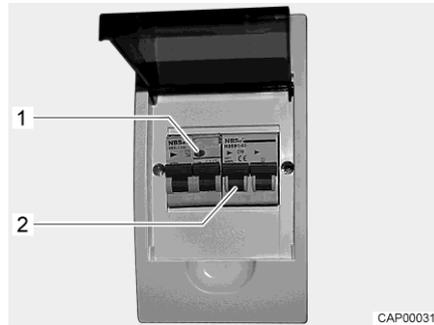

Bild 69 230-V-Sicherungskasten mit Leitungsschutzschalter und FI-Schalter
Ein Fehlerstrom-Schutzschalter (FI-Schalter) im Sicherungskasten sichert das gesamte Fahrzeug gegen Fehlerstrom (0,03 A) ab. Der nachgeschaltete Leitungsschutzschalter (10 A) (Bild 69,2) sichert das 230-V-Bordnetz ab.
- Wenn das Fahrzeug an die 230-V-Versorgung angeschlossen ist, die Prüftaste (Bild 69,1) drücken. Der Fehlerstrom-Schutzschalter muss auslösen.